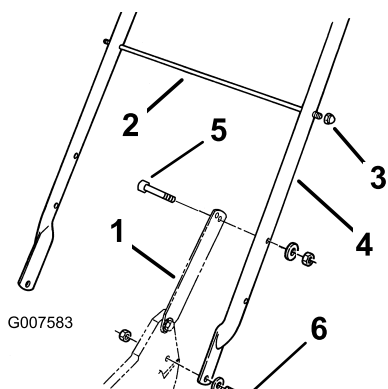

Figure 3
(5/16 x 1-1/4 pouces), rondelles et contre-écrous minces (5/16 pouce) (Figure 3).
- Fixez les pattes de verrouillage au guidon avec 2 boulons (5/16 x 1-1/2 pouces), rondelles et contre-écrous (5/16 pouce) (Figure 3).
- Insérez la tige de support du bac à herbe dans le deuxième trou en partant du haut du guidon, et serrez un contre-écrou borgne à chaque extrémité (Figure 3).